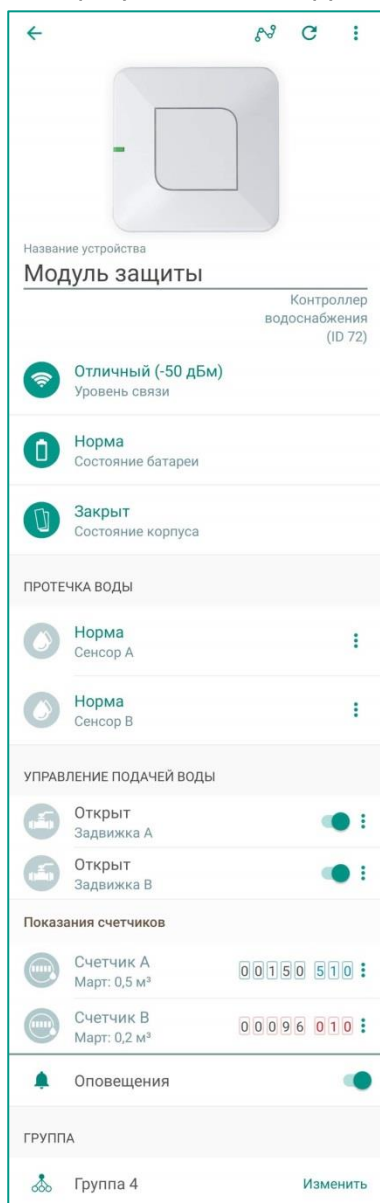

Рисунок 12.1 – Экран настройки модуля
- В приложении на экране настройки модуля (в строке *Уровень связи*, см. рисунок 12.1).
Текущие параметры работы отображаются на экране настройки модуля (см. рисунок 12.1):